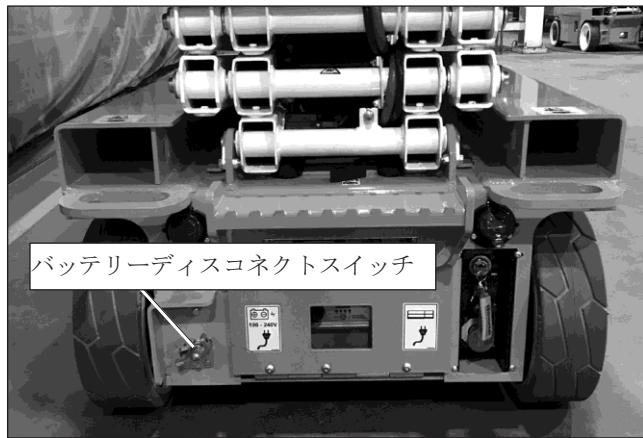

図6.1 - シャーシ後ろ側
1. バッテリーディスクネクトスイッチは、シャーシ後ろ側、昇降ステップの下にあります（図6.1を参照）。バッテリーディスクネクトスイッチをオンにします。